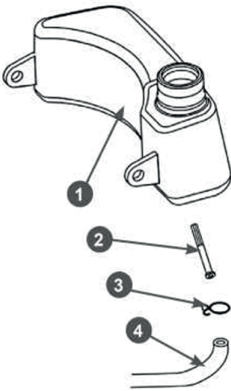

Рис. 25. Обслуживание топливного фильтра
3. Снимите хомут 3 топливного шланга и снимите шланг 4 со штуцера топливного бака 1 (Рис. 25).
5. Извлеките из топливного шланга 4 топливный фильтр 2 (Рис. 25).